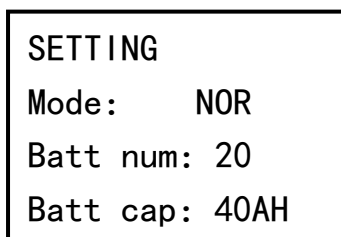

Рисунок 18
- режим работы, количество и емкость используемых аккумуляторных батарей (см. рисунок 18);
<p style="text-align: center;">ВНИМАНИЕ!</p> <p>До начала работы убедитесь в правильности настройки количества батарей и их емкости в разделе SETTING (см. рисунок 18).</p>
<p>ВНИМАНИЕ!</p> <p>Перед подключением АКБ к изделию следует выполнить настройку количества батарей и их емкости в разделе SETTING (см. рисунок 18).</p>